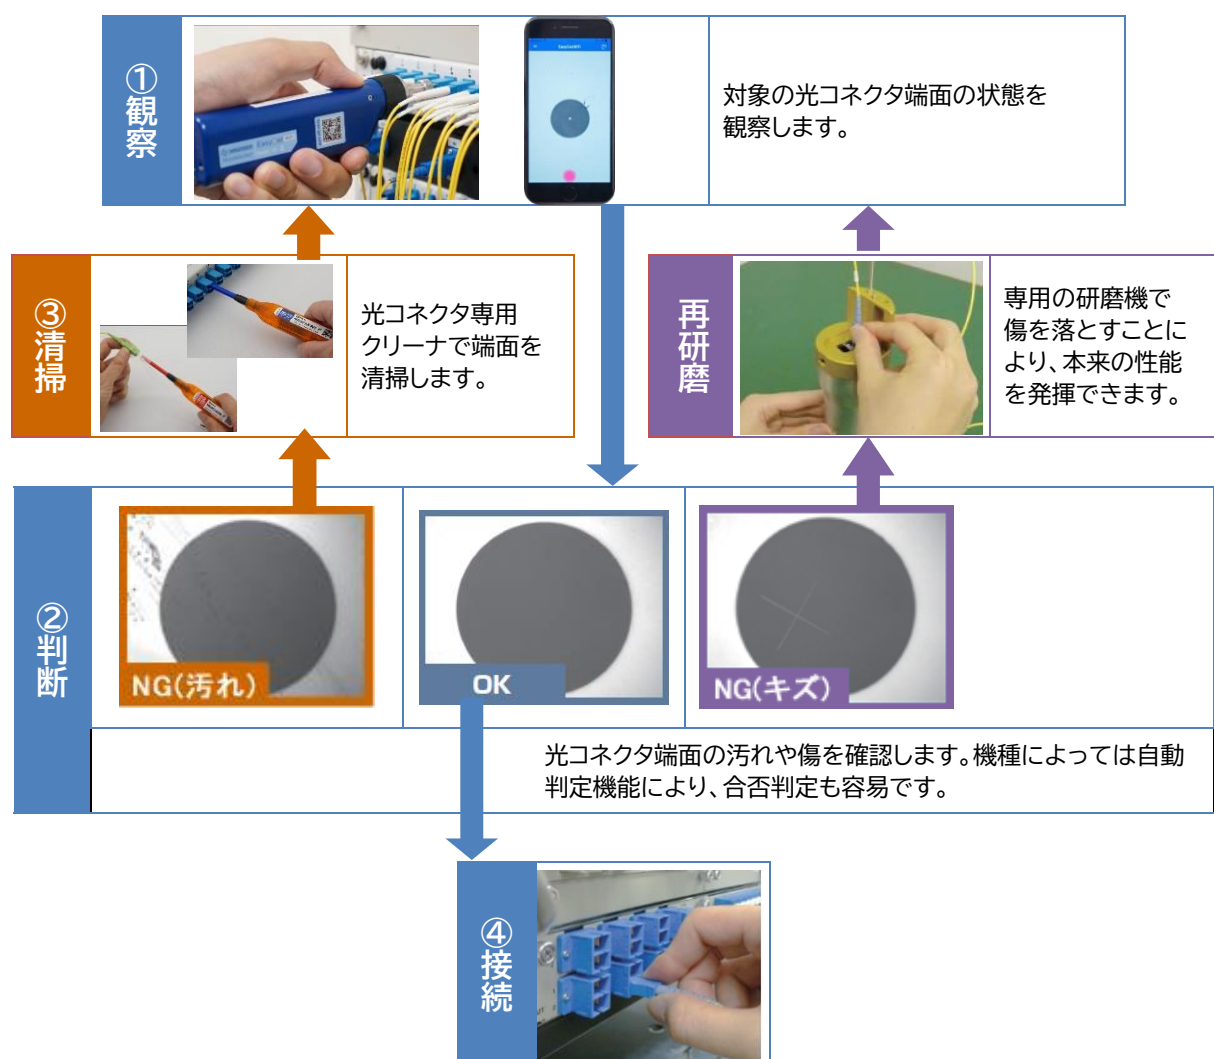
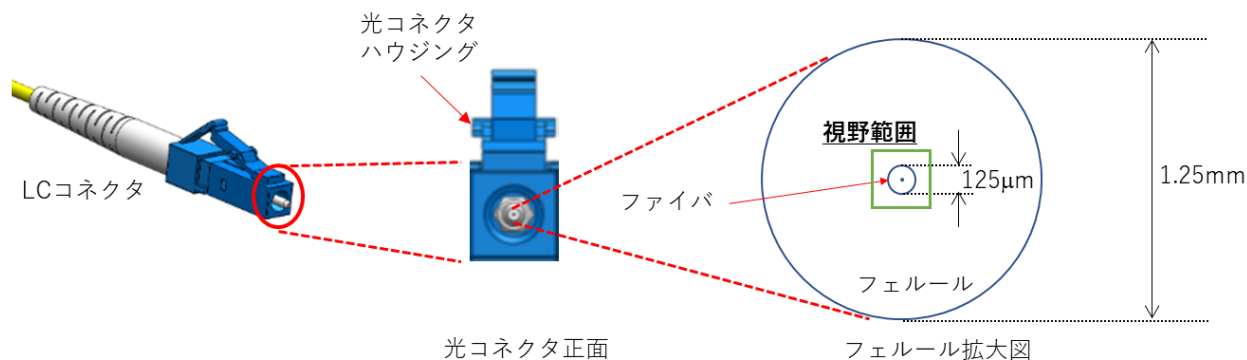

図 35 光コネクタ端面検査の流れ
図 36 光コネクタ端面の観察場所
接続可否の判断をするためには、図 35 のフローチャートを参考にしてください。光コネクタを接続するには、まず、①光コネクタ端面を観察し、②接続の判断を行い、③汚れていればクリーナで清掃し、④きれいになったことを確認して接続する、というフローを実施することにより、汚れによる不具合発生を最小限に抑えることができます。光コネクタ端面検査機の一般的な視野範囲は図 36 の通りです。